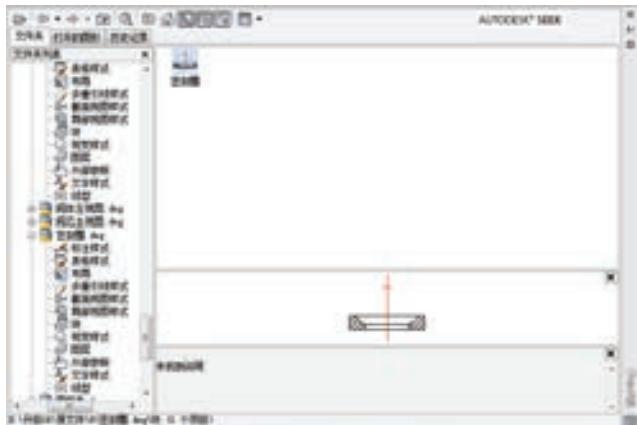

图 9-15 “设计中心”对话框之密封圈
3) 插入“密封圈主视图”。选择菜单栏“工具”→“选项板”→“设计中心”命令，弹出“设计中心”对话框，在相应的文件夹中找出“密封圈”，并单击其下的“块”选项，右边的图框中出现该平面图中定义的块，如图 9-15 所示。